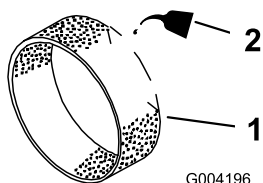

図 45
3. 乾いたらエンジンオイルを 60cc ほど含ませる 図 45。